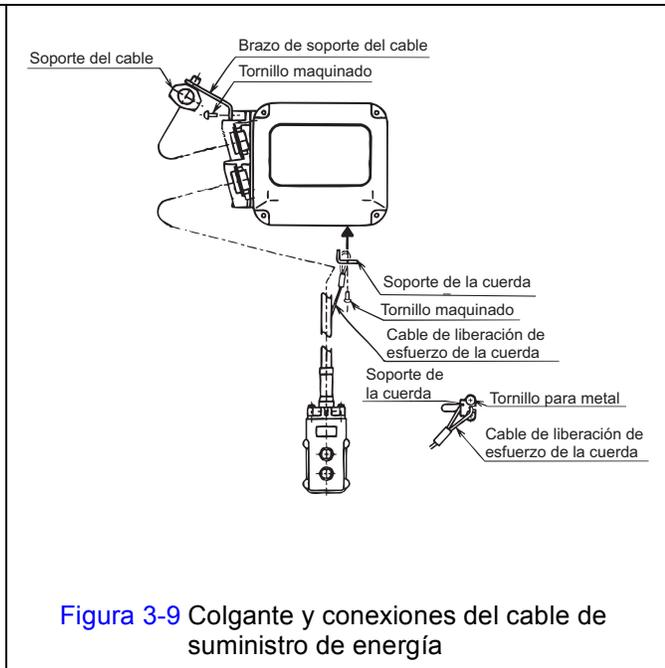

Figura 3-9 Colgante y conexiones del cable de suministro de energía
- Instale la cuerda de liberación de esfuerzo del cable al soporte de la cuerda en la parte inferior del polipasto como se muestra en la Figura 3-9.
- Instale el brazo de soporte del cable (instalado previamente en el cable de suministro de energía) en el sujetador del conector usando los tornillos y rondanas de presión preinstalados en la máquina, como se muestra en la Figura 3-9.
- Para un trole manual el cable guía se debe colocar ligeramente afuera del soporte del cable del polipasto como se muestra en la Figura 3-9.